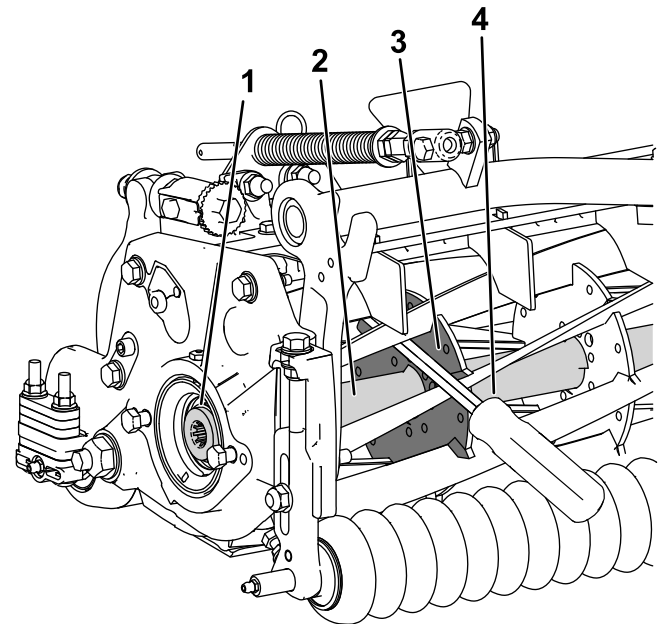

Figura 43
1. Insira um espigão de cabo longo (recomendado  $\frac{3}{8}$  x 12 pol. com pega de chave de parafusos) através da frente do cilindro de corte, o mais próximo do lado da unidade de corte que irá apertar (Figura 43).
2. Coloque o pé de cabra contra o lado soldado do reforço interno do cilindro de corte (Figura 43).